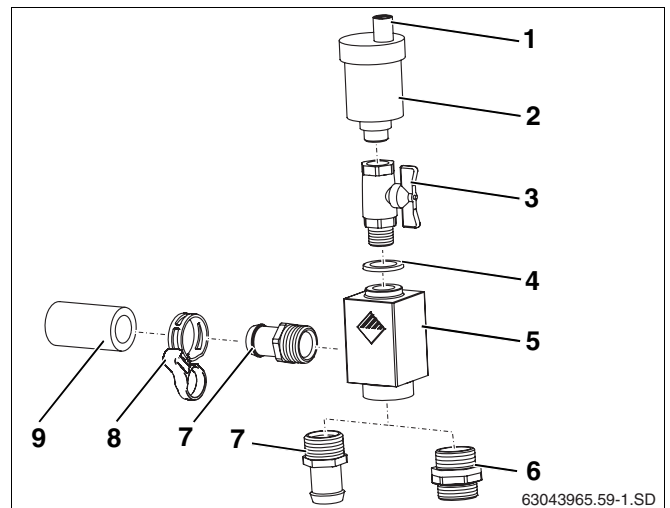

Fig. 37 Fornecimento do conjunto de purga universal
O sistema de energia solar é purgado através do parafuso sem cabeça (fig. 37, **item 1**). Quando está em funcionamento e para não entrar humidade na instalação solar devido ao parafuso sem cabeça aberto, a tampa protectora (fig. 37, **item 1**) deve sempre estar colocada sobre o parafuso sem cabeça.